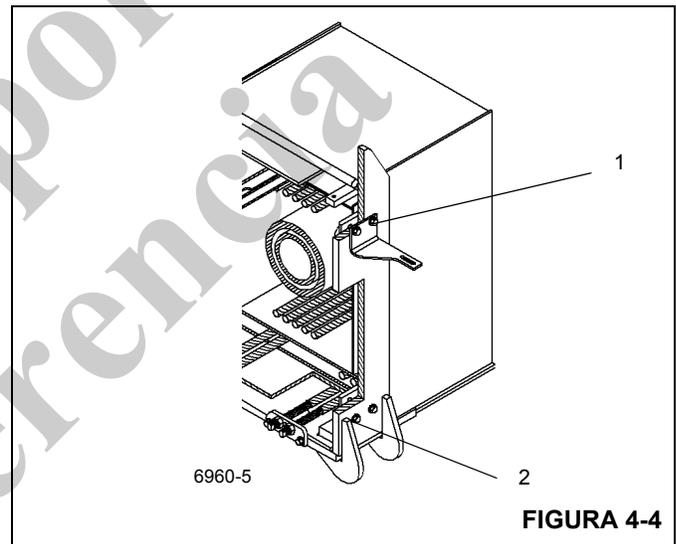

FIGURA 4-4
5. Saque los dos pernos y arandelas que fijan cada almohadilla de desgaste lateral superior (1) e inferior (2) a la parte delantera de la sección de base Figura 4-4. Retire las almohadillas de desgaste, los suplementos y la escuadra de montaje (parte superior del lado izquierdo solamente).